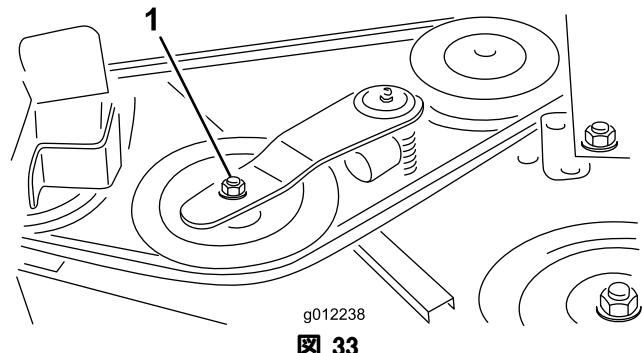
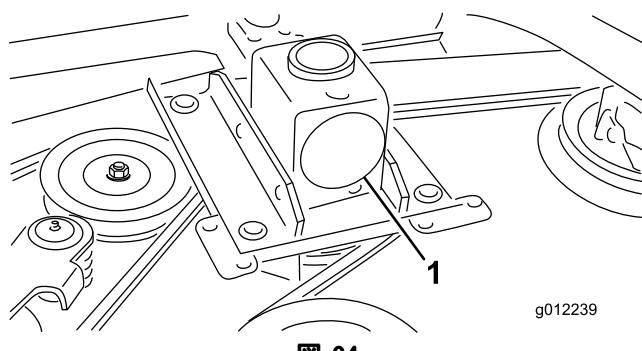

図 33
図 34
2. トルクレンチなどの工具を使ってアイドラブーリ (図 33) をベルトから引き離してベルトの張りをなくし、ベルトをギアボックスのブーリ (図 34) から外す。